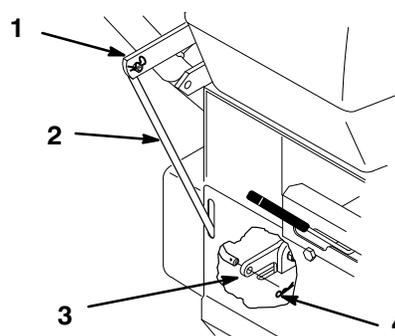

Figure 8
3. Remonter la rondelle ressort (côté bombé vers le bas) et le contre-écrou (Fig. 8).